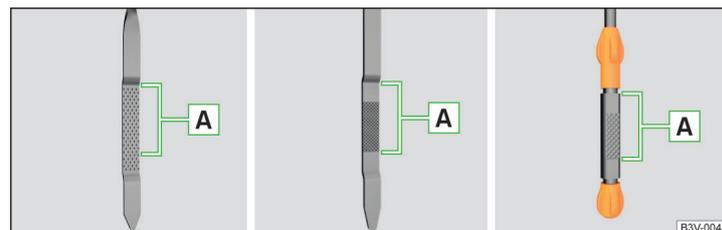

Abb. 154 Ölmesstabvarianten
Der Ölstand muss im Bereich **A** liegen » Abb. 154. Liegt der Ölstand unterhalb des Bereichs **A**, das Öl nachfüllen.
- Der Ölstand darf keinesfalls außerhalb des Bereichs **A** liegen » Abb. 154 - es besteht die Gefahr der Beschädigung des Motors sowie der Abgasanlage.